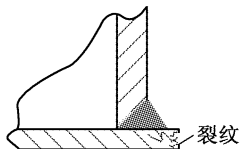

图 2 炉门圈裂纹
(1) U形下脚圈 该元件在锅炉的最下部,其内壁间距只有 100 mm 左右,易积垢渣;距给水管也较近,约 150 mm,内壁易腐蚀;下脚圈的外壁正好在炉排附近,若炉排装配不当会使下脚圈埋在灼热的煤层中,因此,该部位易鼓包或腐蚀,应进行无损测厚,对于炉胆与下脚圈连接的焊缝还应进行超声探伤检查。
(2) 中炉门圈 炉门圈一端与锅壳连接,另一端与炉胆连接。若与炉胆连接的一端伸出焊缝过长就会产生如图 2 所示的裂纹。